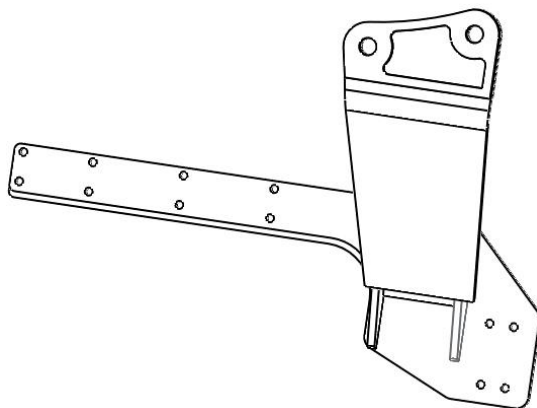
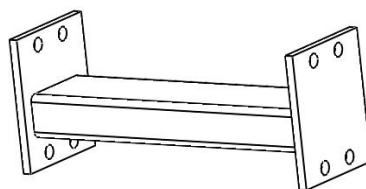
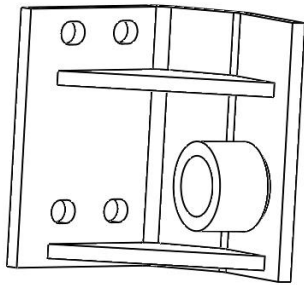
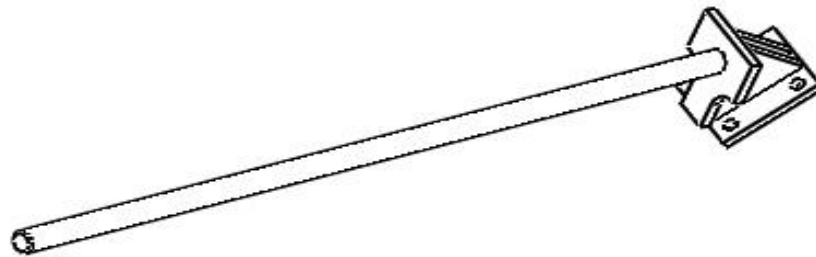

Рис. 4 Панель левая
Рис.5 Балка поперечная
Рис.6 Кронштейн-опора
Рис.7 Тяга опорная
Навесное устройство включает в себя крепящиеся на лонжеронах трактора две панели рис.4, связанные между собой балкой поперечной рис.5.
4.1.1. Панели на МТЗ-320 (Рис.4).
Панель (правая и левая) представляет собой сварную конструкцию и состоит из накладки, стойки, снабженной кронштейном для удержания и фиксации подъемного устройства при помощи осей. Накладка панели имеет отверстия для крепления к лонжеронам трактора при помощи болтов М12х50, шайб 12.65Г в кол-ве 16 шт. Также на панелях имеются отверстия для крепления кронштейна рис.6 под тягу опорную рис.7. Панели навески снизу между собой соединяются с помощью балки поперечной рис.5 и гаек М30 в кол-ве 6 шт., по 2 шт. с внутренней стороны.
4.1.2. Разгружающее устройство (тяга опорная рис.7)
Закрепить панели навески к лонжеронам трактора при помощи болтов М12х50 и шайб 12.65Г. Также закрепить кронштейн рис.6 болтами М12х50, гайками М12, шайб 12.01 и шайб 12.65Г. Между панелями навески внизу установить балку распорную рис.5. Расстояние между кронштейнами – по центрам, расположенным в верхней части панелей – должно быть 900 мм. После установки произвести подтяжку всех резьбовых соединений.
6.2.4. Между панелями навески и задним мостом трактора установить разгружающие тяги (рис.7). Закрепить тяги к заднему мосту трактора при помощи болтов М16x70, шайб 65Г, шайб 16.01, и к панелям навески при помощи гаек М30 с каждой стороны. После установки тяг, при необходимости, отрегулировать ход педали тормоза.